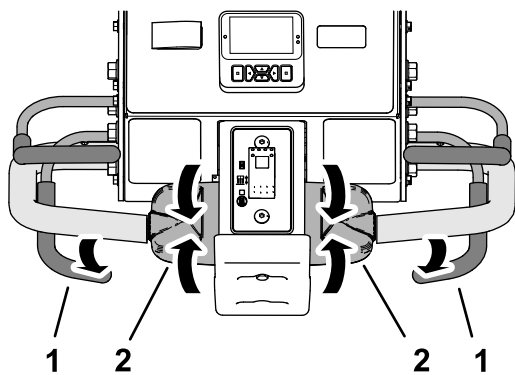

Bild 89
1. Wenn Sie den Aerifizierkopf abgesenkt haben, lassen Sie den Aerifizierbügel los (Bild 89).